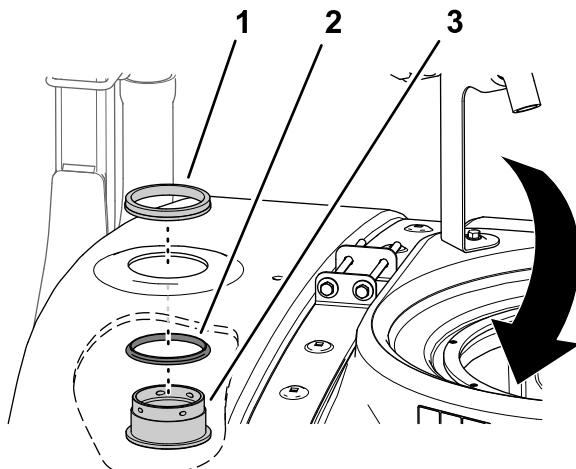

Рисунок 27
- Установите уплотнение на переходной штуцер (Рисунок 27).
- Установите переходной штуцер и уплотнение в отверстие, просверленное при выполнении действий, описанных в Сверление отверстия в баке \(страница 16\), с внутренней стороны бака (Рисунок 27).
- Прикрепите переходной штуцер к баку стопорным кольцом (Рисунок 27).